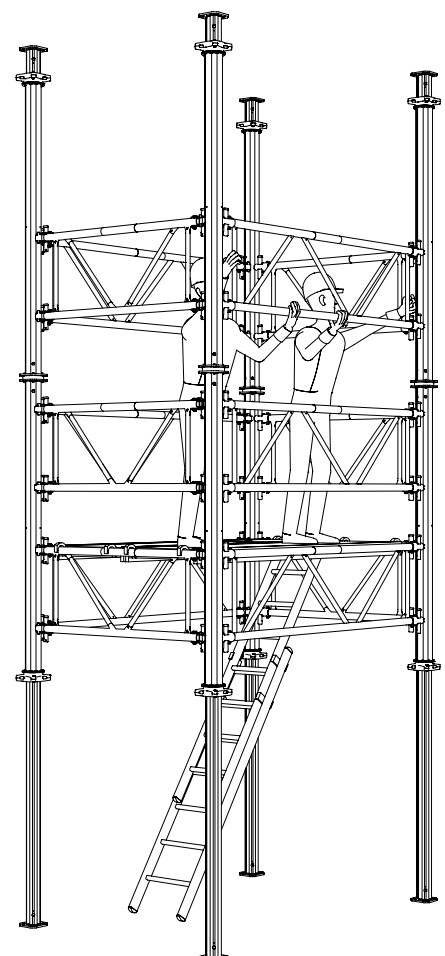

Fig. A4.04
- Monter les étais avec les futs inférieurs rétractés. Ne faire sortir la broche à la longueur voulue qu'après le contreventement des cadres. (Fig. A4.04)